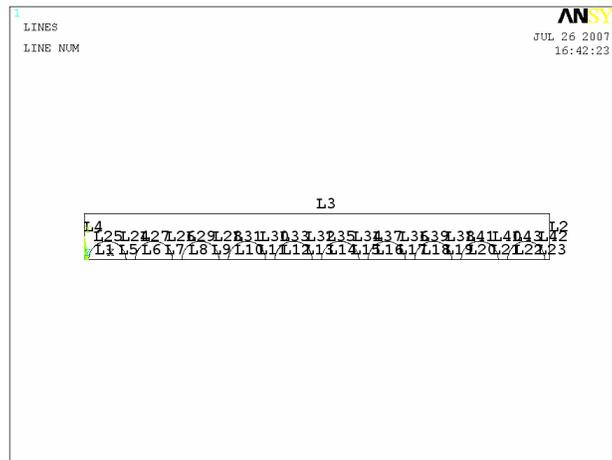

Рисунок 96. Результат рисования дуг окружностей
- Нажимаем кнопку **OK** для подтверждения окончания выбора (Рисунок 96);